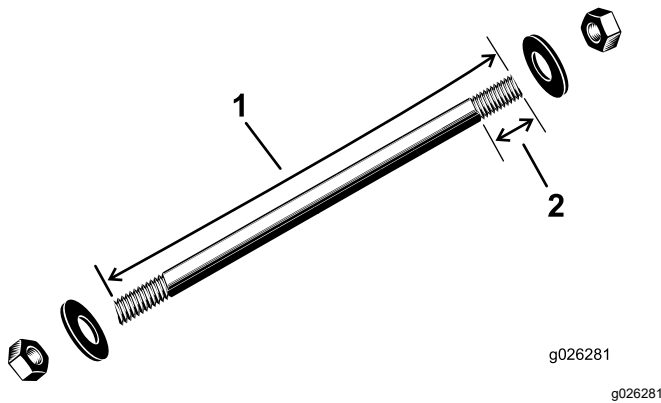
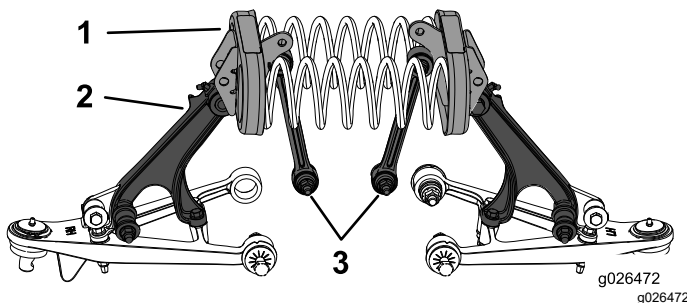

Figura 17
Figura 18
1. Utilizando uma ferramenta de mola de compressão como se especifica na Figura 17, instale a haste da mola de compressão através dos furos em cada cavidade da mola (Figura 18).